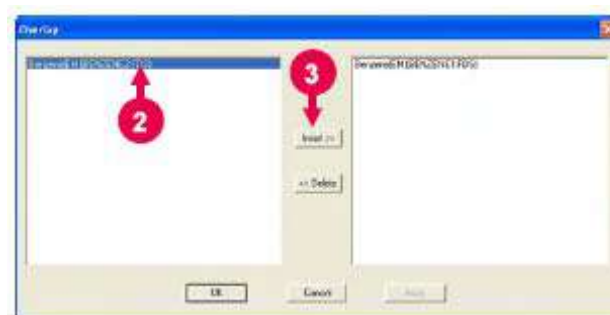

Рис. 7-20
- (4) Выберите имя выборки из левой половины окна. Имя этой выборки будет выделено синим цветом. (Смотрите (2) на рис. 7-20).
(5) Нажмите кнопку «Вставить» (Insert>>) (Смотрите (3) на рис. 7-20).